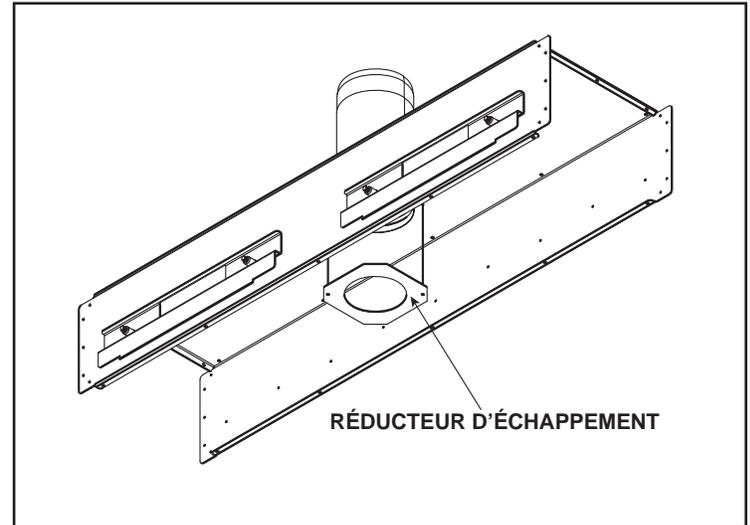

Figure 4.9 Réducteur d'échappement
1. Localisez les deux trous de guidage à l'intérieur de la chambre de la boîte à feu, comme montré à la figure 4.9.
3. Utilisez deux vis autotaraudeuses de 1/2 po pour fixer le réducteur de conduit à l'écran thermique de la boîte à feu. Voir la figure 4.9.